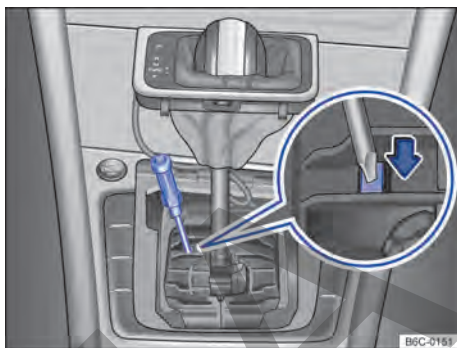

Fig. 93 Desmontar la cubierta de la palanca selector y desbloquear el bloqueo de la palanca selector de emergencia.
- Con ayuda de un destornillador presionar cuidadosamente la palanca de desbloqueo en la dirección de la flecha y mantenerla en esa posición → fig. 93.